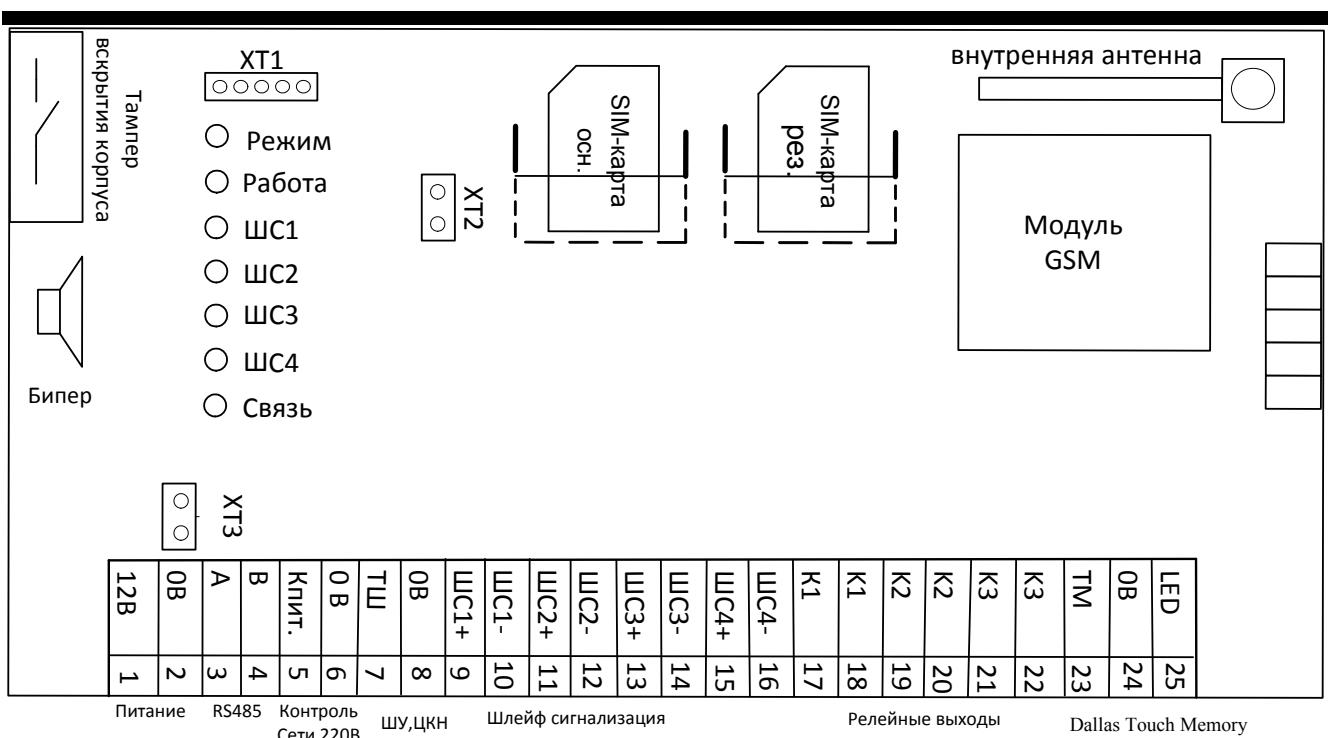

Рисунок 1. Блок схема «YO-4C»
- снять перемычку XP2 (см. рисунок 1). В остальных случаях должна быть установлена